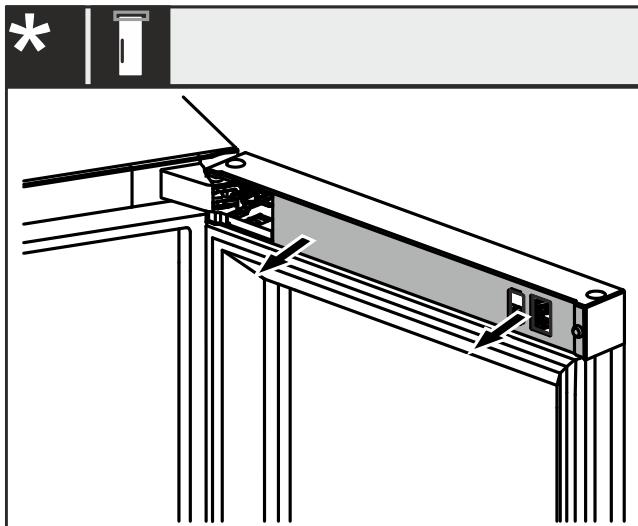

図8
- 図8で取り外した上部カバーを弓形に曲げ、ドアマグネット①を固定クリップから取り外します。
- 取り外したドアをマグネットを逆側の固定クリップ②に取り付けます。